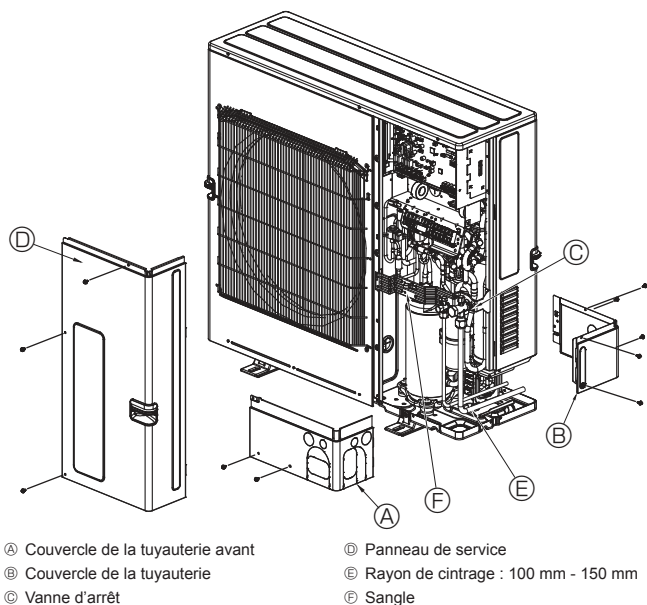

Fig. 4-10
4.3. Mise en place des tuyaux de réfrigérant (Fig. 4-10)